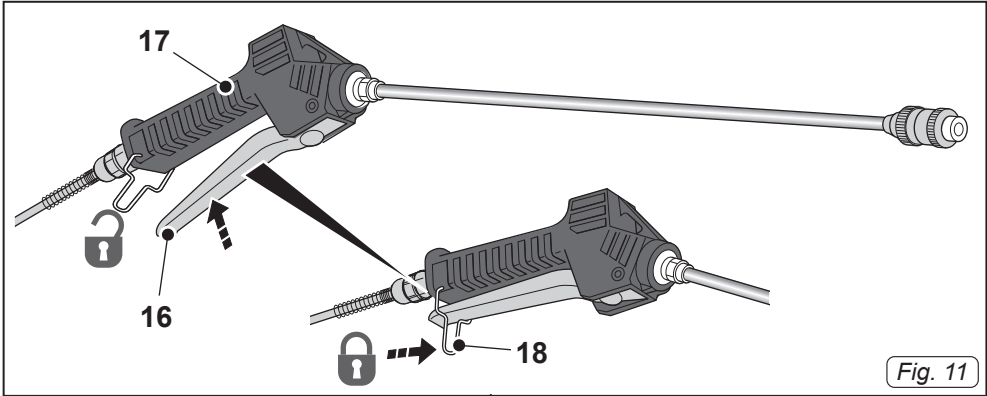

Fig. 11
- Appuyer sur le levier (16 Fig. 11) de la lance de distribution (17 Fig. 11) et commencer l'opération d'assainissement des surfaces.